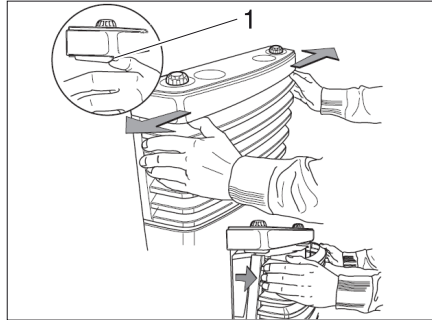

Bild 106 Ta bort höljets framdel från värmeaggregatet
- Ta bort höljets framdel från värmeaggregatet. Tryck förslutningsfjädrarna (Bild 106,1) ut till sidorna, sväng klädseln framåt och lyft ur de undre lagren.